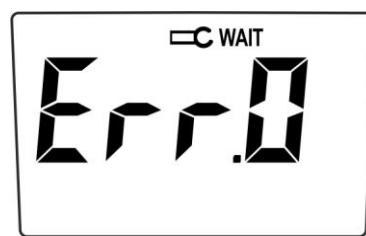

Abb. 4
3. Wenn die Zangenbacken während der Kalibration des Instruments geöffnet werden, erscheint die Angabe "**Err.0**" im Display (siehe Abb. 4). Wenn die Zangenbacken geschlossen werden, startet die Kalibration automatisch wieder von Anfang.